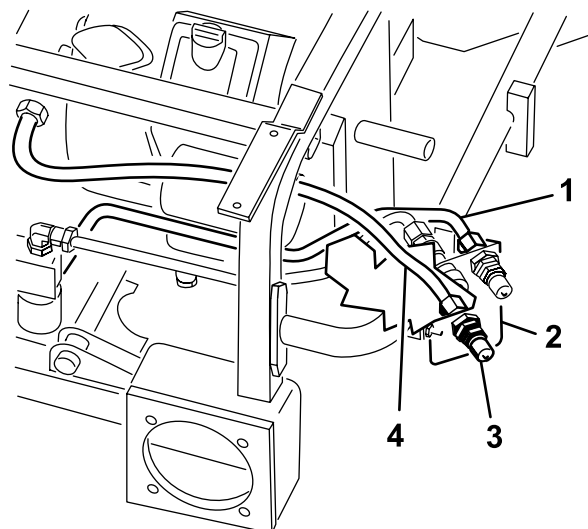

Bild 16
7. Befestigen Sie die Hydraulikleitung (Schlauch) Nr. 5 lose an der unteren Kupplung mit Außengewinde (Bild 16).